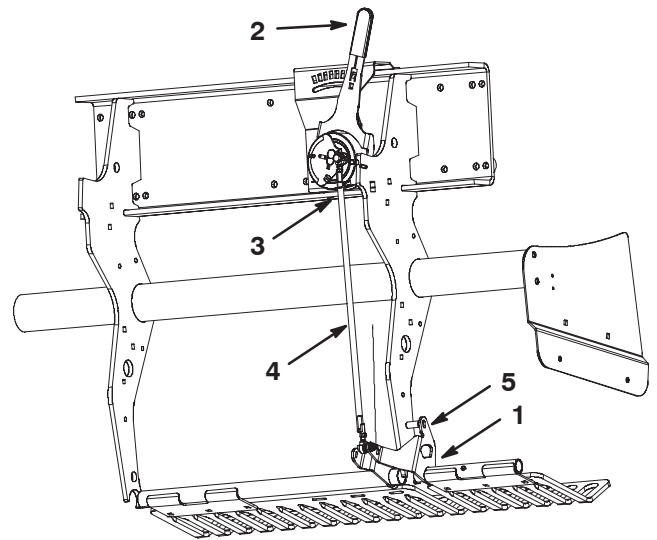

Bild 54
1. Drehen Sie die Befestigungshalterung der linken Rasenschutzvorrichtung (Bild 54) nach oben, bis ein Arretierbolzen (5/16 Drehstange oder Kopfschraube) zwischen der Halterung und dem am Rahmen angeschweißten Tiefeneinstellungsrohr eingesetzt werden kann.
2. Schieben Sie den Rasen-Niederhalterhebel (Bild 54) auf die „H“-Stellung (tiefste Einstellung).
3. Schließen Sie den Außenkugelschalter (Bild 54) vom Kabelbaum ab (Schalter für das Absenken des Kopfes).
4. Lösen Sie die Sicherungsmuttern (linke und rechte Seite) an der Spurstange für die Tiefeneinstellung (Bild 54).